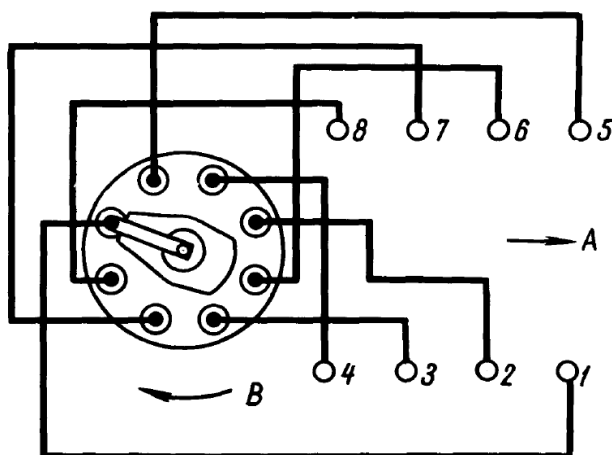

Рис.40. Подсоединение проводов от распределителя к свечам:
8. Установить крышку и подсоединить провода высокого напряжения от свечей в порядке 1-5-4-2-6-3-7-8, как указано на рис.40.